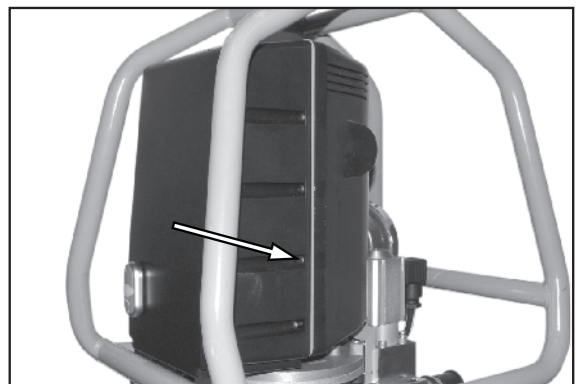

Figura 11.
2. Consulte la Figura 11. Retire los 10 tornillos.